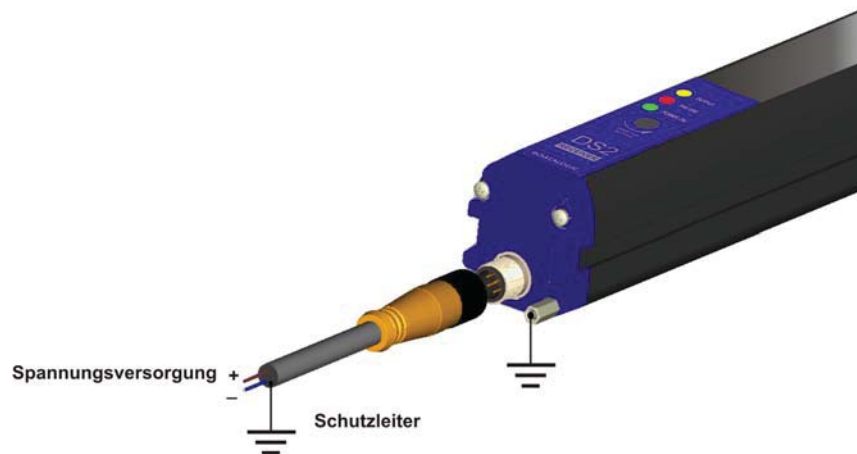

Abb. 5
- Im Fall eines Standardanschlusses sind keine abgeschirmten Kabel vorgesehen. Sollte man dies als erforderlich ansehen, können diese Kabel jedoch verwendet werden. In diesem Fall muss man eine Erdung (sowohl der Einheit als auch des Kabels) den Angaben auf Abb. 5 gemäß vornehmen.
- Bei Erdung des gesamten Systems muss man den auf der Abb. 5 dargestellten Anschluss befolgen.